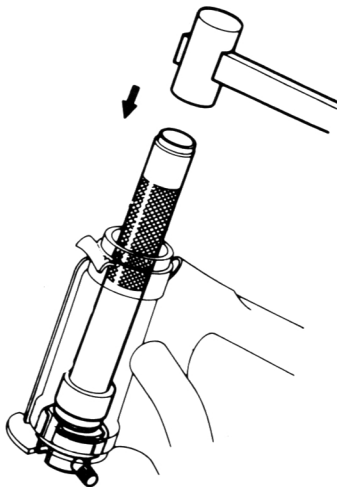

Bild 165
- Den unteren Laufring mit Hilfe des Spezialwerkzeugs (Treibdorn 0746-3710500) entfernen (Bild 165). Falls das Motorrad einen Unfall hatte, den Bereich um den Steuerkopf auf Risse überprüfen.